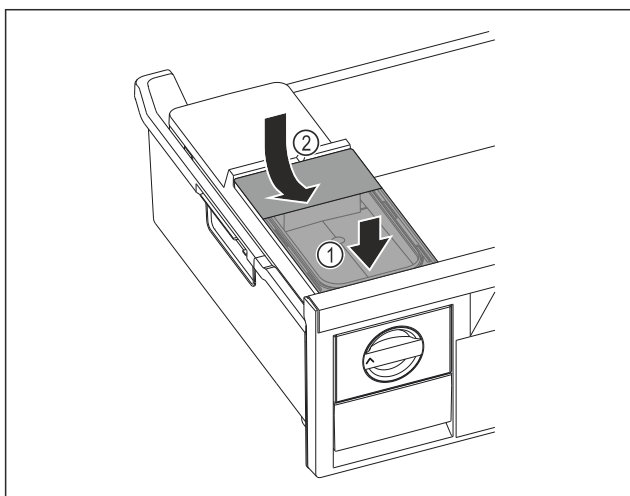

Fig. 73
- ▶ Așezați în față rezervorul de apă. Fig. 73 (1)
- ▶ Coborâți în spate rezervorul de apă. Fig. 73 (2)